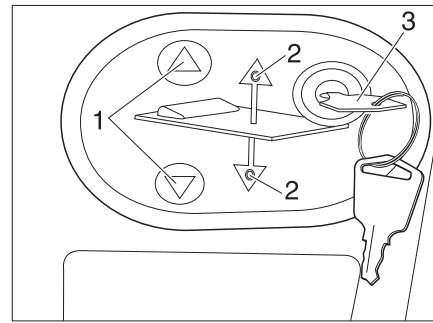

Bild 146 Manöverpanel för elektrisk höjbar säng
- Sätt in nyckeln (Bild 146,3) i manöverpanelen.
- Tryck på knappen  eller  (Bild 146,1) och håll den intryckt. Motsvarande LED (Bild 146,2) lyser och den höjbara sängen sänks eller höjs.
- När önskad position har uppnåtts, släpp knappen  eller  (Bild 146,1) igen. Motsvarande LED (Bild 146,2) slocknar.
- Dra ut nyckeln (Bild 146,3).